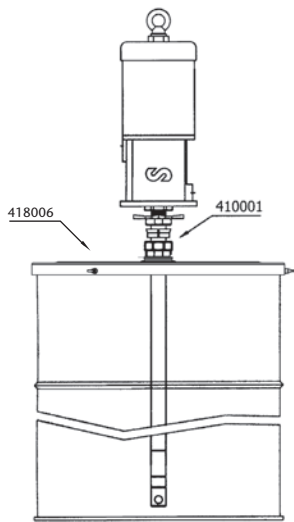

Fig. 3
- Mounting with cover (418006 for 185 kg drum and 418016 for 50 kg drum) and bung adaptor 410001. Fasten the cover onto the drum and screw the nut of the bung adaptor securely into the 2" bung opening of the cover. Insert the pump through the nut and adjust it with the star nut to the desired height (see figure 3).
- Montage avec couvercle (418006 sur fûts de 185 kg et 418016 sur tonnelet de 50 kg) et adaptateur réglable 410001. Fixer le couvercle sur le fût/tonnelet et serrer l'écrou du couvercle. Introduire la pompe par l'écrou et la placer à la hauteur désirée à l'aide de la fausse-bonde (voir figure 3).
- Montage mit Deckel (418006 für 185kg-Fass und 418016 für 50 kg-Fass) und Spund-Verbindung 410001. Deckel gut am Fass befestigen. Mutter der Spundverbindung in die 2"-Spundöffnung des Deckels schrauben und die Pumpe einführen. Mit der Sternschraube die richtige Höhe fixieren. (Siehe Bild 3).